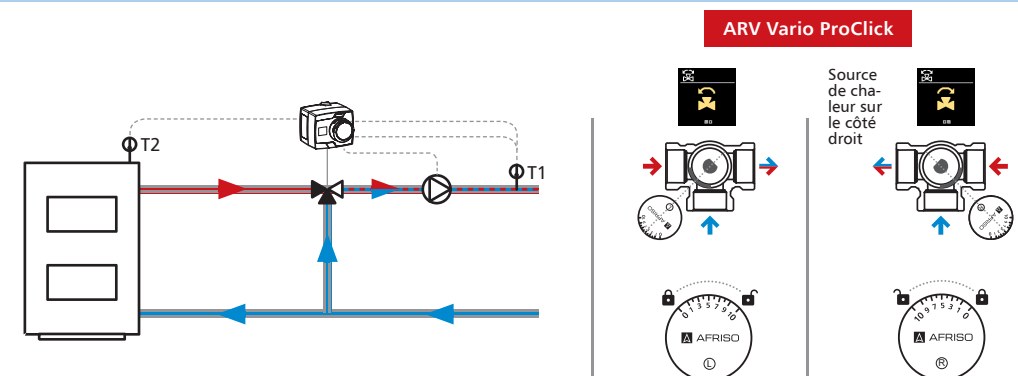
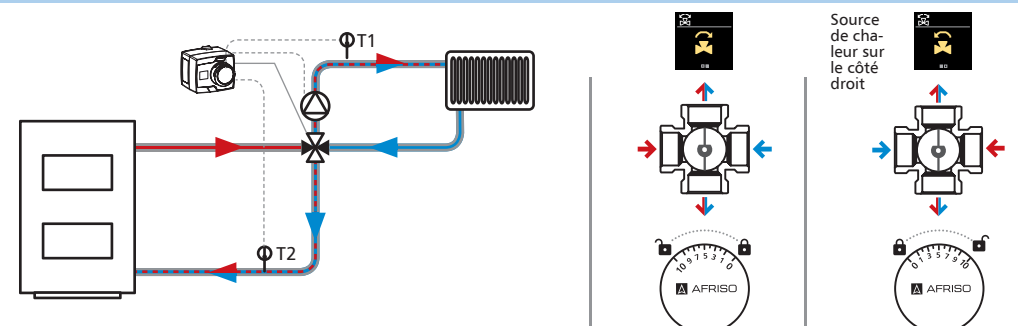

Fig. 10. Schéma avec la vanne mitigeur ARV Vario ProClick montée sur le tuyau d'alimentation pour maintenir la température de consigne dans l'installation
Fig. 11. Schéma avec vanne de mélange à 4 voies ARV ProClick installée pour protéger la chaudière contre la corrosion à basse température.
Sélectionnez le schéma approprié en fonction de l'installation sur laquelle la vanne mitigeur est installée. Vous pouvez choisir un schéma avec la vanne mitigeur montée sur le retour à la source de chaleur (Fig. 9), sur le tuyau d'alimentation (Fig. 10) ou sur la vanne mitigeur à 4 voies (Fig. 11).
Dans la dernière étape, réglez l'échelle appropriée « de 0 à 10 » ou « de 10 à 0 » selon le schéma sélectionné (Fig. 9, Fig. 10, Fig. 11). Pour changer l'échelle, enlevez la plaque, retournez-la et remettez-la en place.
- Les capteurs de température T1 et T2 doivent être installés conformément au schéma sélectionné (Fig. 9, Fig. 10, Fig. 11), en utilisant les adaptateurs inclus dans le kit ou des douilles d'immersion spécialement préparées.